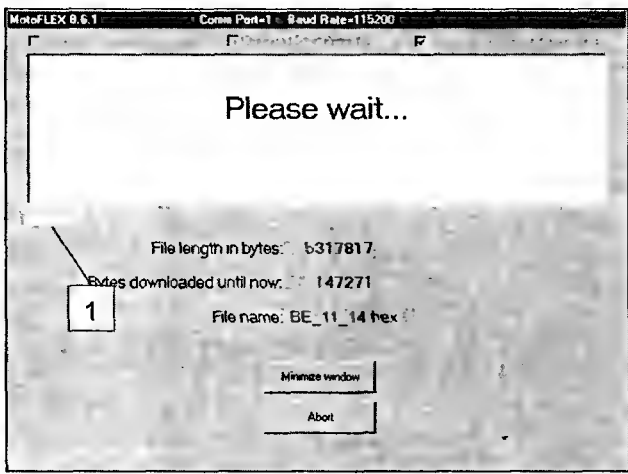

Рис. 7.15
5. Загружают выбранный hex-файл в память EMMIBOX — на это потребуется 3...4 мин (см. рис. 7.15). Под окном сообщений появится